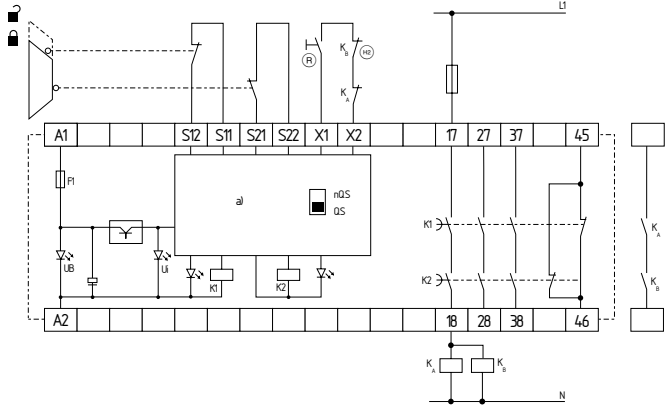

図 4
1つのポジションスイッチが強制分離接点を持つ、2つのポジションスイッチによるガード監視に見られる、外部リセットボタン (R) のある2チャンネル制御(図4)
- (R) = バックチェック回路